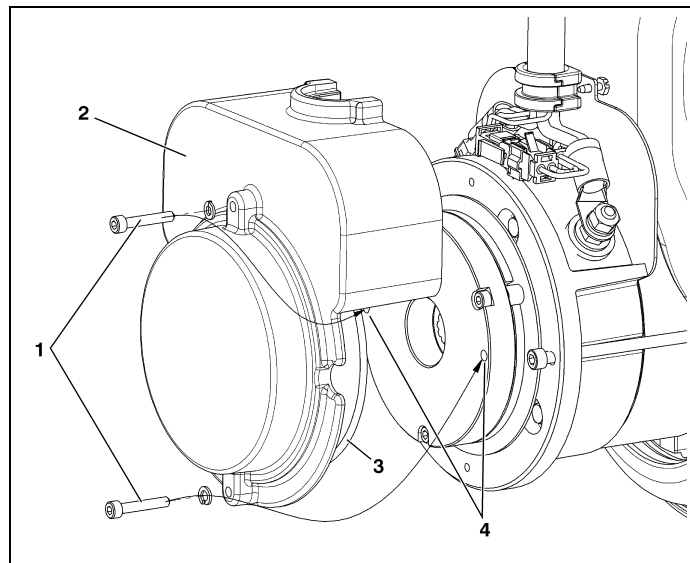

Fig. 4-18. Broms – Manuell frånkoppling
(Se Fig. 4-18.)
3. Ta bort **lockets två bultar (1), locket (2) och lockets O-ring (3)** från baksidan av drivmotorn.
4. Sätt in bultarna i de **två frånkopplingshålen i bromshuset (4)**, se punkt 4 i Fig. 4-18., Broms – Manuell frånkoppling